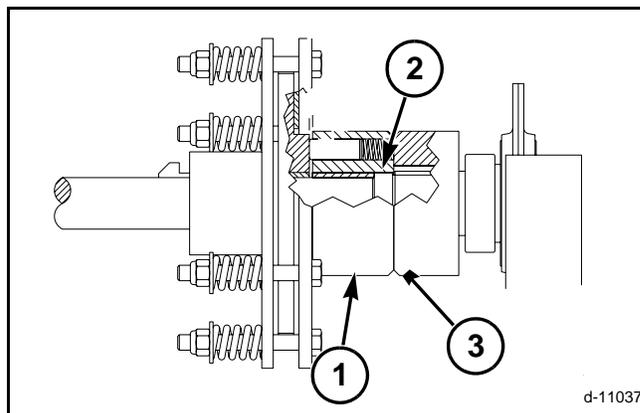

FIG. 95
FIG. 95: La maza de impulsión del recogedor (1) contiene los pasadores y resortes de impulsión del embrague de sobremarcha. Instale un pasador y dos resortes en cada calibre de la maza de impulsión del recogedor. Instale en seco los pasadores y los resortes en los calibres de la maza de impulsión del recogedor. Hay un cojinete de maquinaria (2) entre la maza de impulsión del recogedor y la superficie del embrague de sobremarcha (3). Asegúrese de que hay únicamente muy poco espacio entre la maza de impulsión del recogedor y la superficie del embrague de sobremarcha. Una separación muy grande puede causar desgaste en exceso y desperfectos en el embrague.